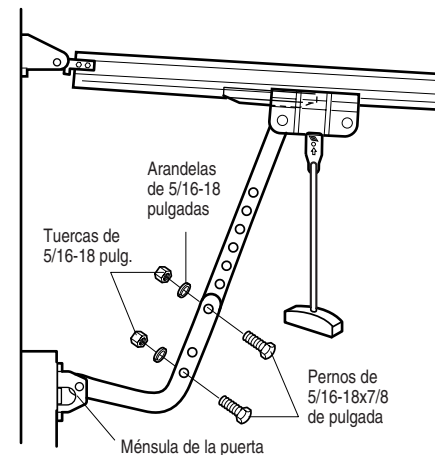

Figura 2
Si el tipo de instalación de su cochera no requiere refuerzos verticales, pero sí necesita los orificios para los sujetadores de la ménsula, taladre y sujete como se muestra en la Figura 2.
• Figura 2: